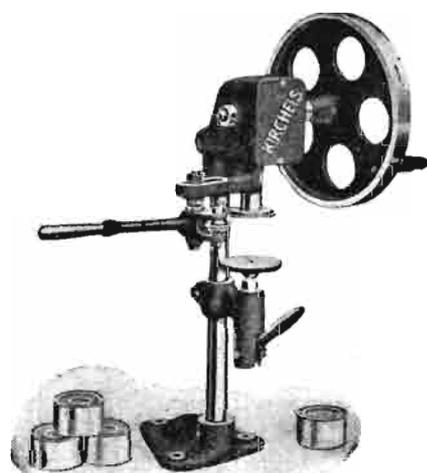

Figura 1.ª
*Máquinas Kircheis.*—Representante exclusivo en España, señor Walter Homberger, calle de Balmes, 55, Barcelona, modelo C. D. (figura 1.ª).